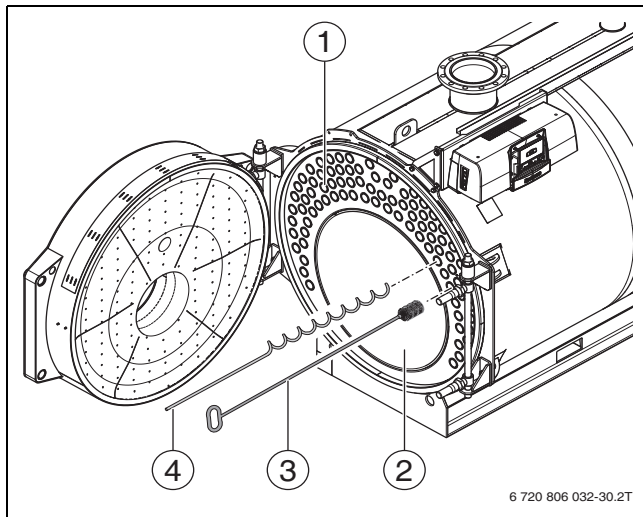

Fig. 30 Curățarea suprafețelor de încălzire
- ▶ Îndepărtați resturile de ardere desprinse din camera de ardere (→ fig. 30, pagina 30), canalele pentru gazul de încălzire precum și din colectorul de gaze arse și conducta pentru condensat.